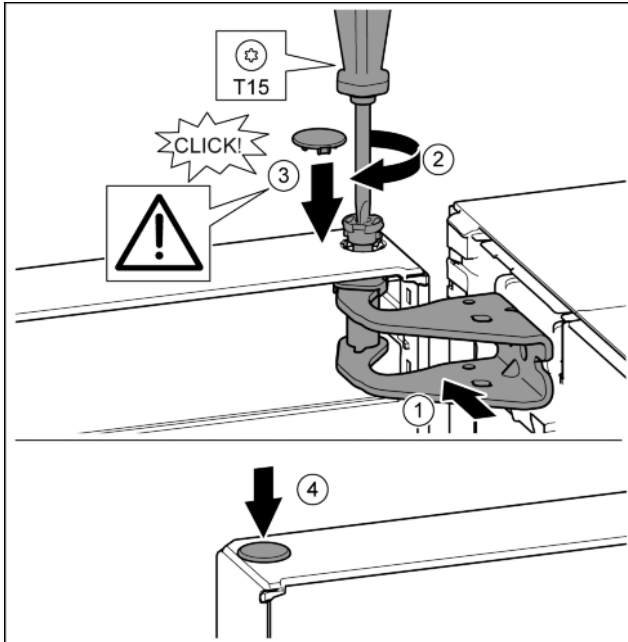

Fig. 23
- ▶ Orienter la porte en haut pour l'ouverture dans le support de palier. *Fig. 23 (1)*
- ▶ Poser le boulon et le visser avec un tournevis T15. *Fig. 23 (2)*
- ▶ Monter le cache de sécurité pour sécuriser la porte : Mettre en place le cache de sécurité et vérifier qu'il repose sur la porte. Sinon, enfoncer à fond le boulon. *Fig. 23 (3)*
- ▶ Mettre le bouchon en place. *Fig. 23 (4)*